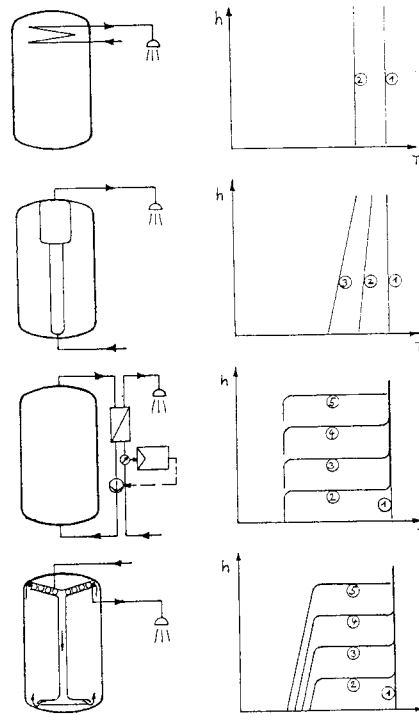

Abb. 1: Entladekurven verschiedener Kombispeicher zu verschiedenen Zeitpunkten
Im wesentlichen werden derzeit vier verschiedene Kombikonzepete angeboten. In Abb. 1 ist der Temperaturverlauf (T) über die Speicherhöhe (h) bei Warmwasserbereitung qualitativ für die vier Speichertypen dargestellt.